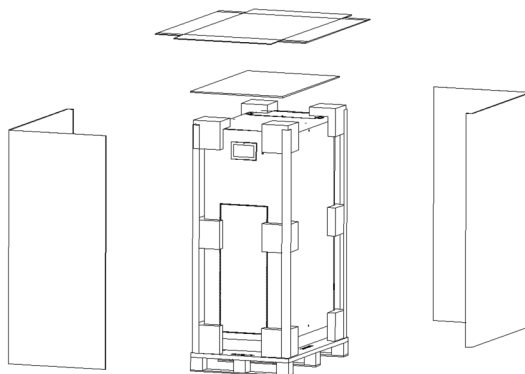

Рисунок 3.4. Разборка ящика
3. Демонтировать сначала верхнюю крышку деревянной обрешётки со стальным кантом с помощью гвоздодера и клещей, а затем боковые стенки (см. Рисунок 3.4).